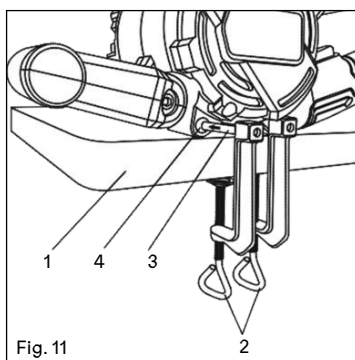

Fig. 11
1. Tournez la ponceuse à l'envers sur le bord de l'établi (1) (Fig. 11).
3. Tournez « l'œil » de chaque pince (2) dans le sens contraire des aiguilles d'une montre jusqu'à ce que les pinces soient complètement ouvertes.
4. Faites glisser les goupilles des pinces (3) dans les trous de serrage (4) de la ponceuse.
5. Tournez « l'œil » de chaque pince (2) dans le sens horaire jusqu'à ce que les pinces tiennent fermement la ponceuse à l'établi.